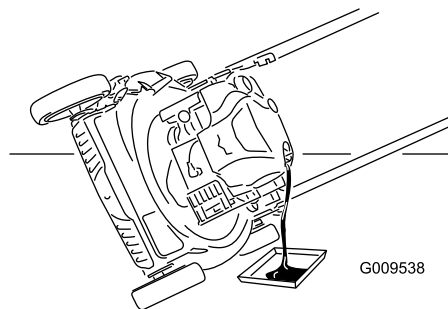

Figura 25
7. Coloque la máquina de lado con la varilla de aceite hacia abajo para drenar el aceite usado a través del tubo de llenado al recipiente (Figura 25).